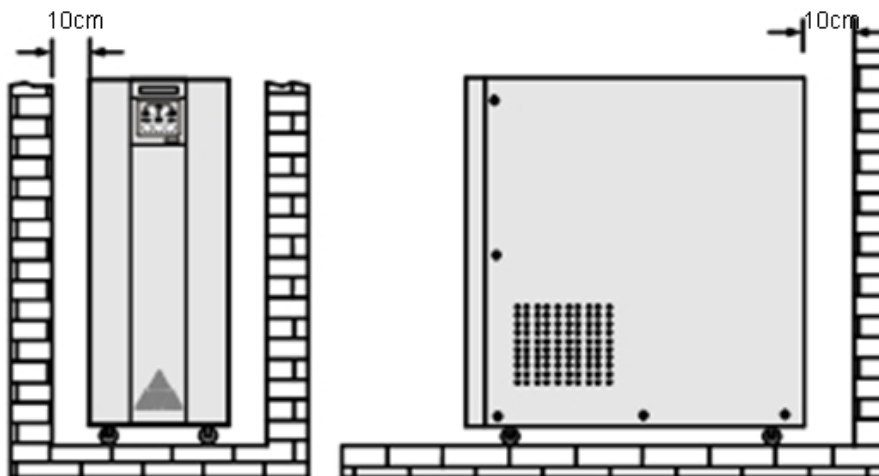

Рис.4
2. Пожалуйста размещайте ИБП в месте с хорошей вентиляцией. Задняя панель ИБП две боковые панели должны быть удалены от стен на расстояние не менее 10см (Рис. 4). Указанное расстояние является минимально допустимым; оптимальным является расстояние не менее 20-30см.